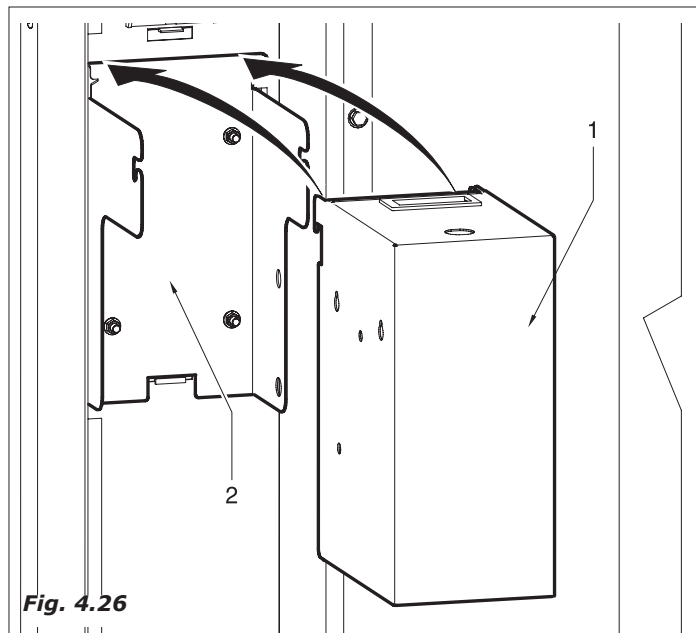

Fig. 4.26
- Agganciare la gettoniera (Fig.4.26-pos.1) alla staffa di sostegno (2).